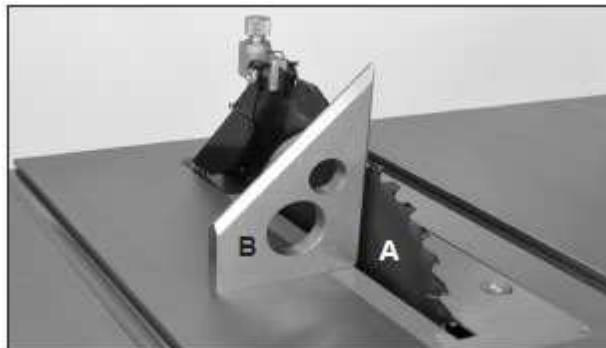

Рис. 17
1. Поднять пильный диск (рис. 17, А) в самое верхнее положение маховиком, расположенным спереди станка.
2. С помощью угольника или комбинированного угольника (рис. 17, В) проверить наличие угла 90° относительно стола (нулевой угол по шкале угла наклона пильного диска).